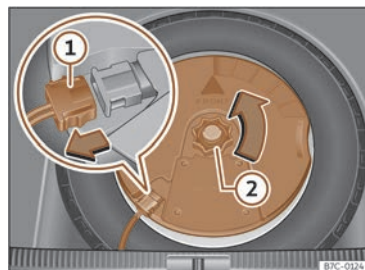

Fig. 254 Dans le coffre à bagages : démonter le subwoofer.
- Déconnectez le câble du haut-parleur subwoofer >>> **fig. 254(1)**.
- Dévissez la molette de fixation en la tournant dans le sens inverse des aiguilles d'une montre >>> **fig. 254(2)**.